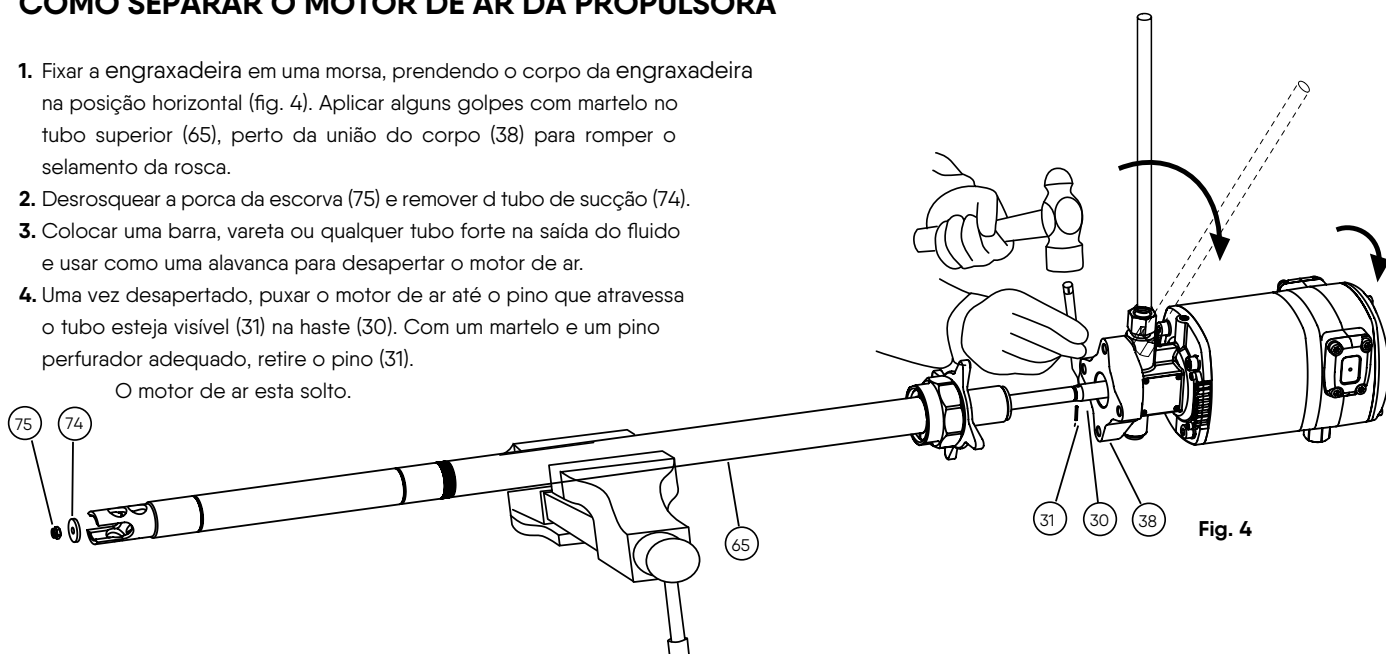

Fig. 4
1. Fixar a engraxadeira em uma morsa, prendendo o corpo da engraxadeira na posição horizontal (fig. 4). Aplicar alguns golpes com martelo no tubo superior (65), perto da união do corpo (38) para romper o selamento da rosca.
2. Desrosquear a porca da escorva (75) e remover o tubo de sucção (74).
4. Uma vez desapertado, puxar o motor de ar até o pino que atravessa o tubo esteja visível (31) na haste (30). Com um martelo e um pino perfurador adequado, retire o pino (31).